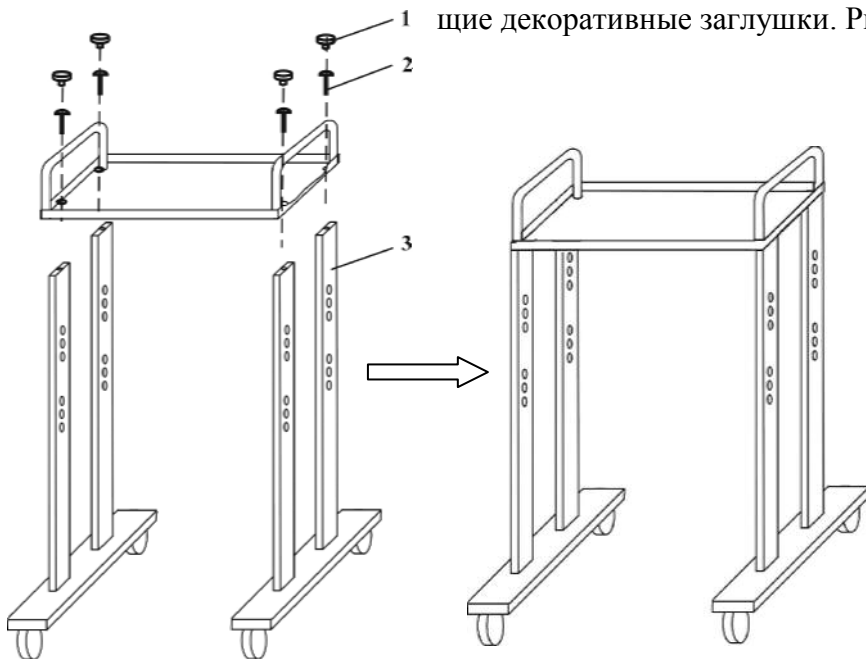

Рис.6.
4.2. Взять одну из спаренных опор и установить на ее верхний торец собранную верхнюю полку, совместив крепежные отверстия в полке с отверстиями в стойках опоры. Винтами М6х15 с потайной головкой закрепить одну сторону полки. Взять вторую опору и по аналогии соединить ее со второй стороной полки. В отверстия на шляпках винтов с потайной головкой, находящихся после данного этапа сборки в поддоне верхней полки установить соответствующие декоративные заглушки. Рис.6.